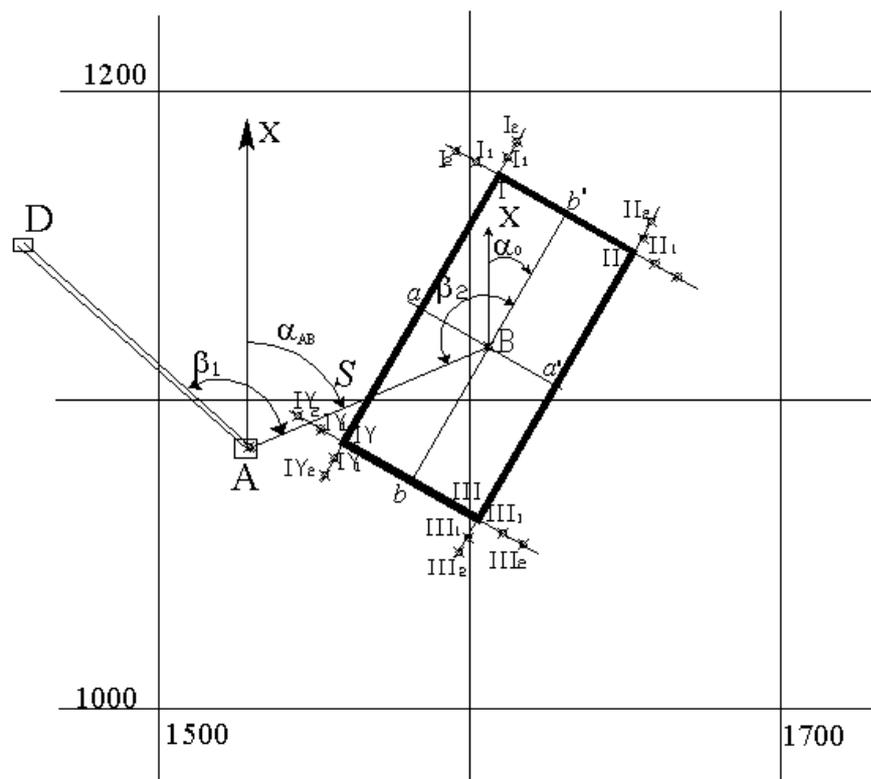

Рис.1. Пояснительная схема к проекту разбивки здания на промышленной площадке карьера.
4. Для переноса в натуру центра (**B**) здания устанавливают теодолит в точке **A** и от направления **AD** откладывают угол β_1 затем по направлению **AB** стальной рулеткой откладывают горизонтальное проложение **S** и фиксируют на промплощадке точку **B**. (рис.1).